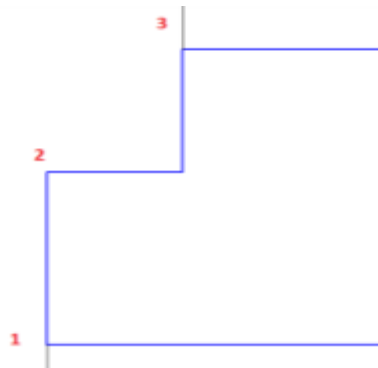

Рис. 18.3
- Укажите первую точку размера, затем вторую. Установите размерную линию. Не прерывая команду, укажите третью точку, установите размерную линию и завершите команду, рис. 18.3.